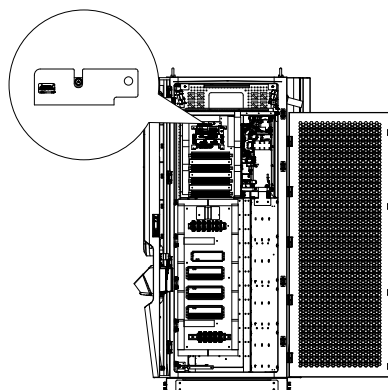

Figura 4-7. Accesso al modulo 4G/Wi-Fi
- 1) Estrarre il primo vassoio dalla scatola CSU per accedere al modulo 4G/Wi-Fi all'interno dell'armadio. Vedere la seguente figura 4-7.